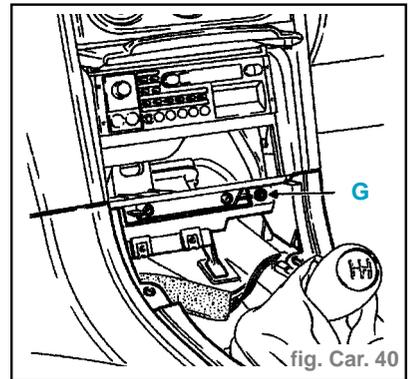

fig. Car. 40
- Déposer les vis latérales sur la console AV du support cendrier (2 vis **Torx 20**) (G) (fig. Car. 40).